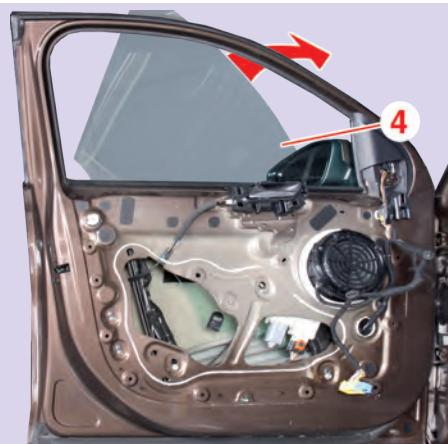

Fig.3
- Dégager la vitre (4) des fixations, la faire pivoter puis la déposer par le haut côté extérieur (Fig.3).